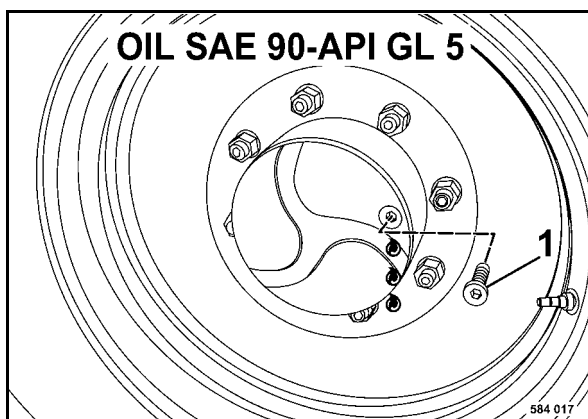

Fig. 100
- Estacionar la máquina de forma que el tapón de cierre 1 (Fig. 100) se encuentra en posición horizontal.